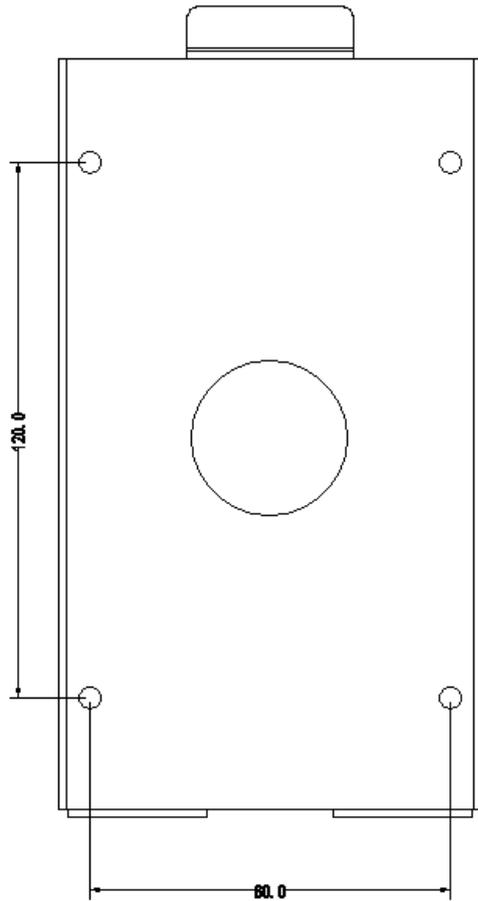

图 1-1
1. 在距离地面约 1.5 米左右位置，按如图 1-1 所示尺寸用记号比做好孔标记；